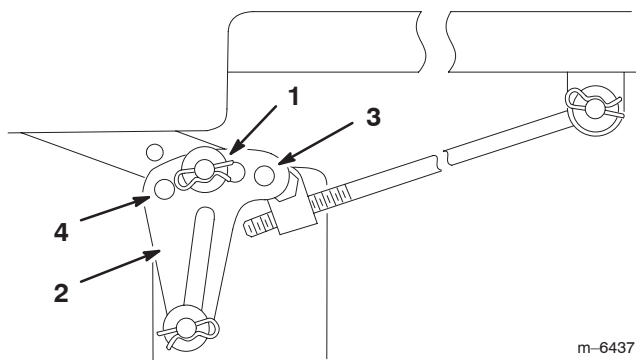

Figure 38
6. Enlevez la goupille fendue et la rondelle de l'une des pattes de mise à niveau (Fig. 38).
7. Pour mettre les lames de niveau, fixez les pattes de mise à niveau dans un autre trou à l'aide de la rondelle et de la goupille fendue (Fig. 38). Utilisez un trou plus en avant pour réduire la hauteur de la lame, ou un trou plus en arrière pour l'augmenter. Réglez les deux côtés selon les besoins.